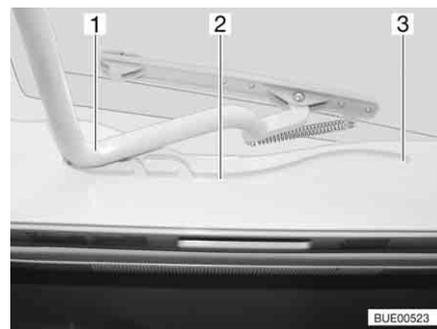

Fig. 78 Claraboya Heki, guía
- Tirar la horquilla (Fig. 78,1) en las guías (Fig. 78,2) hasta la posición trasera final (Fig. 78,3).
- Empujar el estribo (Fig. 78,1) ligeramente hacia arriba con ambas manos.
- Tirar el estribo en las guías (Fig. 78,2) hasta la posición deseada.